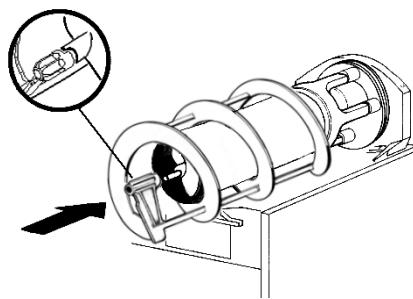

figure 14
- 6** Enfiler la spirale extérieure sur l'évaporateur en accouplant son extrémité antérieure à l'arbre de l'hélice intérieure et en faisant coïncider ses dents avec les dents d'entraînement (voir figure 14).